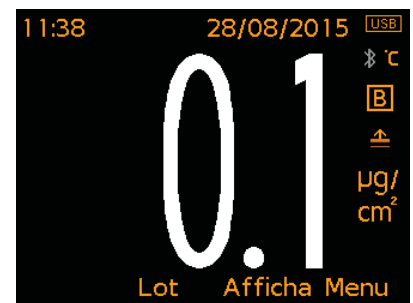

Fig. 1: Mesures x1
- **Mesures x 1 (Fig. 1)** : la valeur est affichée pour l'échantillon entier.